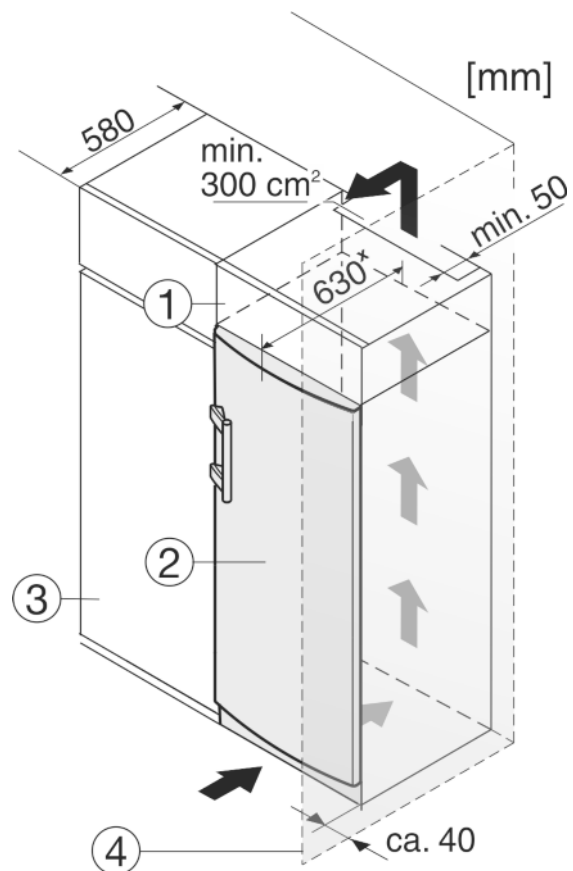

Fig. 9
- (1) Дополнительный шкафчик
- (2) Устройство
- (3) Кухонный шкаф
- (4) Стенка
Устройство может быть окружено кухонными шкафами. Чтобы уравнять устройство Fig. 9 (2) по высоте с кухонной стенкой, можно установить над устройством дополнительный шкафчик Fig. 9 (1).
При комбинировании с кухонными шкафами (глубина макс. 580 мм) устройство можно установить непосредственно рядом с кухонным шкафом Fig. 9 (3). Устройство выступает сбоку на 34 мм* и по центру на 50 мм* относительно передней стенки кухонного шкафа.
Если устройство установлено на шарнирах у стены *Fig. 9 (4)*, то расстояние между устройством и стеной должно быть не менее 40 мм. Настолько выступает ручка при открытой дверце.